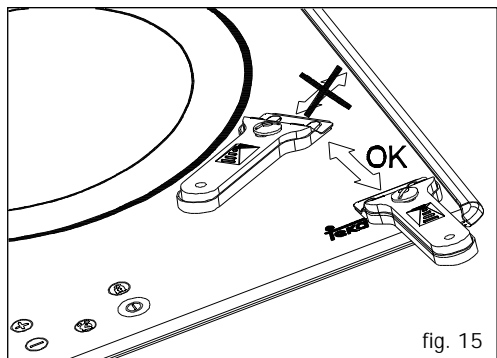

fig. 15
- Si se utiliza la rasqueta inadecuadamente la cuchilla puede romperse, quedando algún fragmento incrustado entre el embellecedor lateral y el vidrio. Si esto ocurre no intente retirar los restos con la mano, utilice cuidadosamente unas pinzas o un cuchillo de punta fina. (Ver fig. 15)